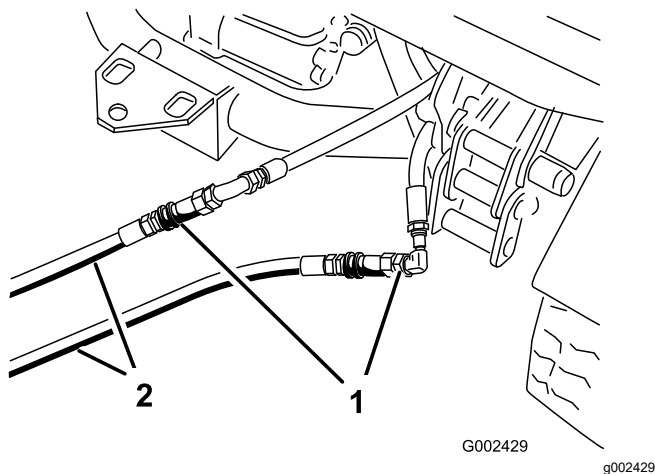

Figura 72
3. Sulla macchina in panne collegate i due tubi d'intervento ai tubi scollegati in precedenza (Figura 72).